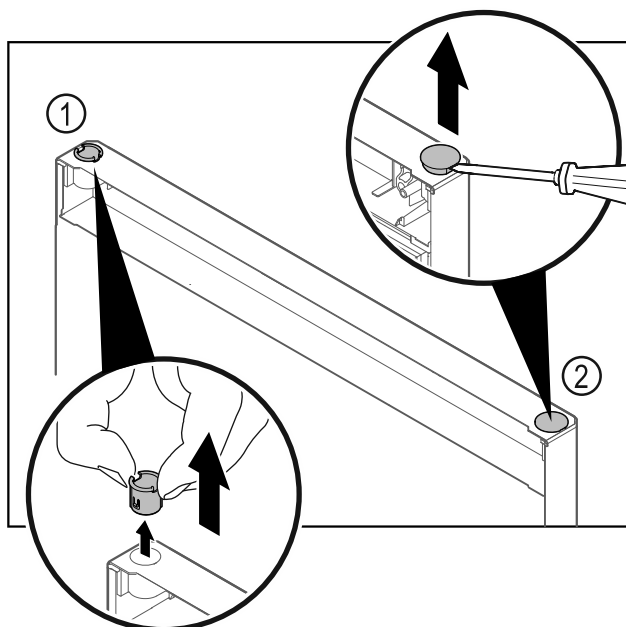

Fig. 14
- ▶ Træk hængselbøsningen Fig. 14 (1) ud med fingrene.
- ▶ Løsn afdækningsproppen Fig. 14 (2) forsigtigt med en flad skruetrækker, og træk den ud.